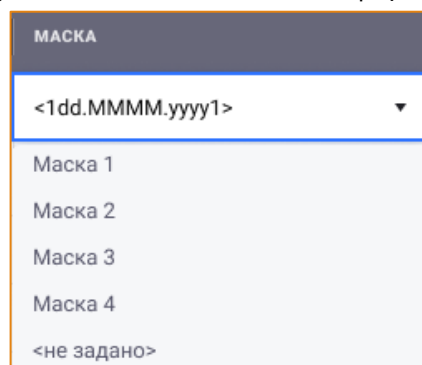

Рис. 194 – Колонка «Маска», пример ручного ввода маски
- **Маска** – необходимо ввести вручную или выбрать из списка тип маски, в соответствии с которым в отчёт будет выгружена дополнительная информация (Рис. 194).